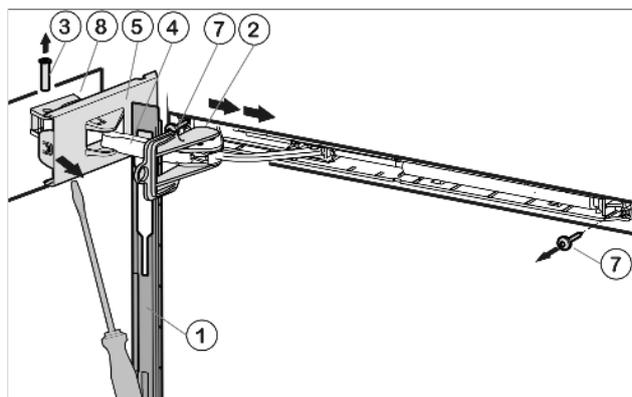

Fig. 5
- ▶ Сдвиньте накладку над амортизационной скобой Fig. 5 (4) в направлении устройства.
- ▶ Зафиксируйте предохранитель Fig. 5 (2) в продольном пазе.
- ▶ Отсоедините крышку со стороны шарнира Fig. 5 (5) с помощью отвертки до первого фиксатора.
- ▶ Выдавите палец Fig. 5 (3) снизу.
- ▶ Нажмите амортизационную скобу Fig. 5 (4) в направлении дверцы.
- ▶ Полностью отсоедините и снимите крышку со стороны шарнира Fig. 5 (5).
- ▶ Снимите накладку Fig. 5 (1).
- ▶ Открутите узел амортизатора закрывания дверцы (2 шт. Torx® 15) Fig. 5 (7).